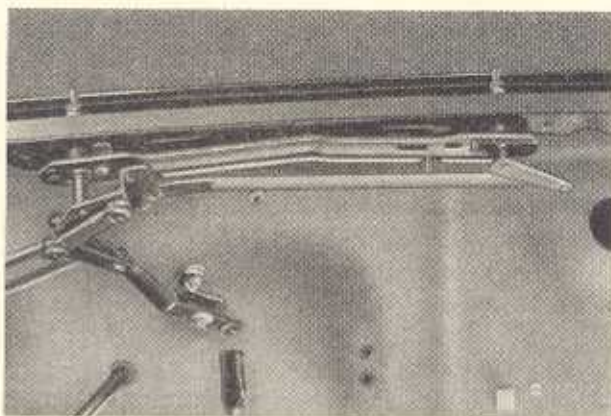

Bild E 11. Wischergestänge
Das die Bewegung vom Motor zu den Wischerfahnen übertragende Gestänge besitzt Lagerstellen aus Polyamid (Bild E 11). Die Wischerfahnen haben eine Länge von 230 mm und werden mit den am Wischerarmfuß nach Hochschwenken des Armes sichtbaren Schraube am Wellenstumpf befestigt.
3. die Schubstange von der Antriebskurbel gelöst werden (Bild E 11).